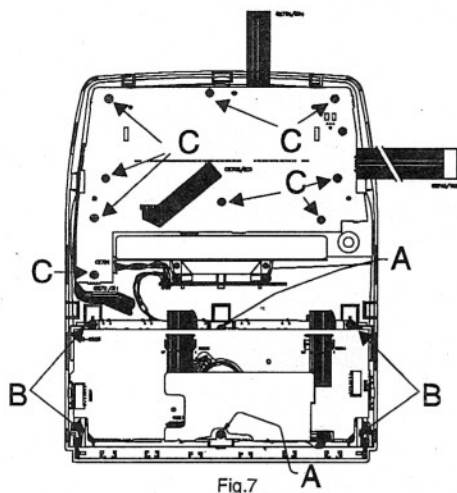

Fig.7
- Retire os parafusos A (fig.7)